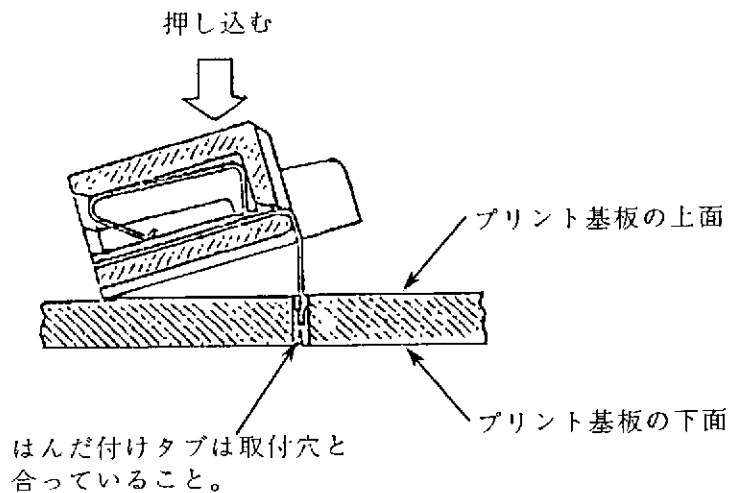

Fig. 6
- (1) はんだ付けタブの先端を Fig. 6に示すようにプリント基板の穴と合わせたのち、コネクタの前部をプリント基板の上面に軽くおくようにする。
- (2) 拇指又はオプション仕様によるフラット・プレートを使用してコネクタの上部に力を加え、挿入位置にパチンと止るようにします。
- (3) コネクタは、プリント基板上部にしっかりと固定され、はんだ付けタブの先端はすべてプリント基板下面に突き出していること。